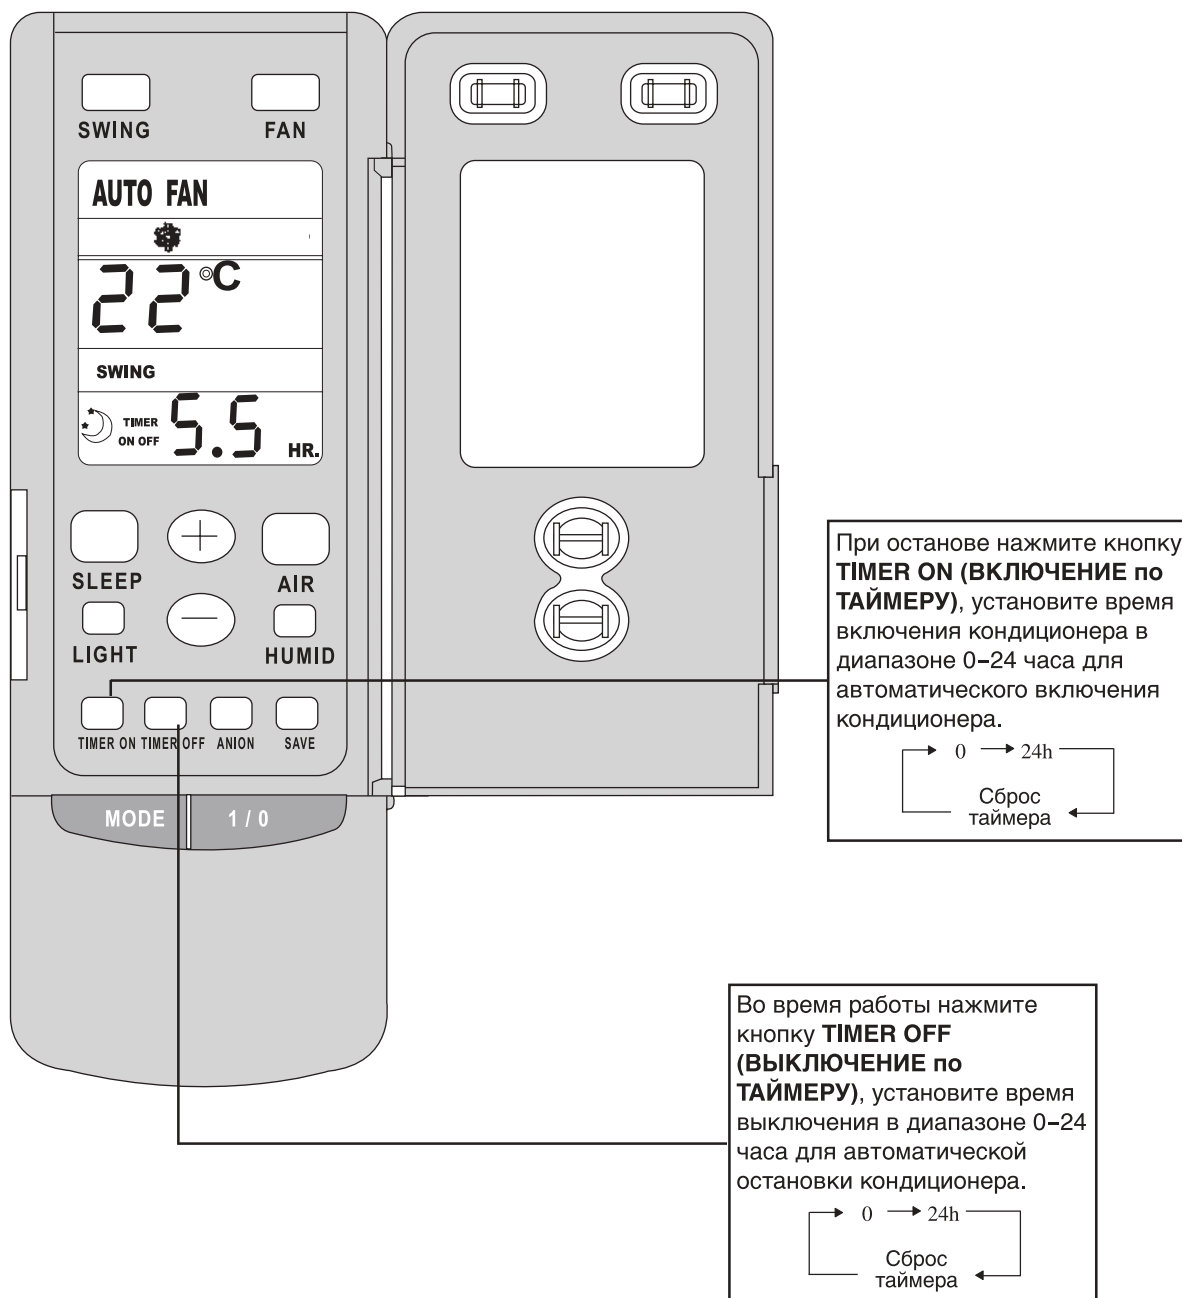

Рис. 7.6.6
g) Работа в режиме ТАЙМЕР (рис. 7.6.6).